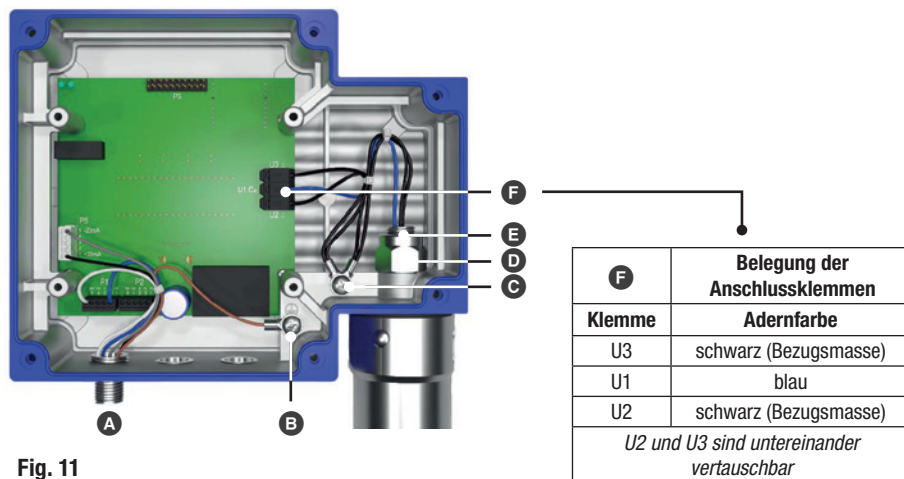

Fig. 11
10. Verbinden Sie die Elektrodenverkabelung wieder mit der Platine, siehe Tabelle in **Fig. 11**.